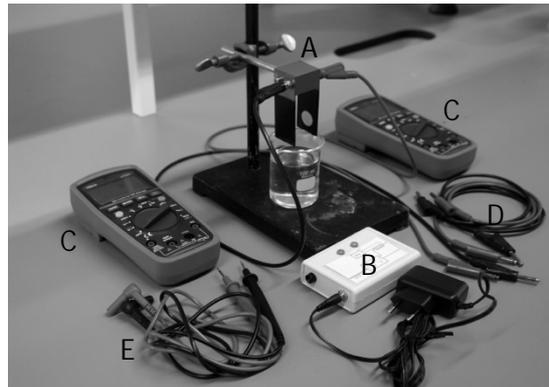

Abb. 3: Materialien für den Teil B
- Ein Paar vergoldeter Elektroden (A in Abb. 3)
- AC Spannungsversorger-Box (B) (ohne Kabel)
- Zwei Digitalmultimeter (C)
- Vier Kabel (1x rot, 1x Schwarz, 2x blau) (D) und zwei Multimeterkabel (1x rot, 1x Schwarz) (E)
In diesem Experiment sollen die elektrischen Leitwerte der Salzlösungen mithilfe der in Abbildung 3 dargestellten Materialien bestimmt werden. Ein Paar vergoldeter Elektroden wird dabei vollständig in die Salzlösung in einem Becherglas getaucht. An die Elektroden muss eine Wechselfspannung mit einer hohen Frequenz (1 kHz) und einer geringen Spannung angelegt werden, um eine Elektrolyse in der Salzlösung zu vermeiden. Der Leitwert kann aus den Messwerten für Spannung und Strom durch die Salzlösung bestimmt werden.